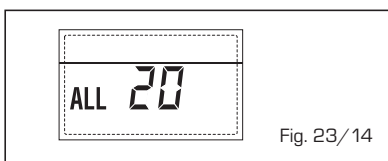

Fig. 23/14
- **DELIVERY PROBE BREAKDOWN ANOMALY FIRST MIXED ZONE "ALL 21" (fig. 23/15)**